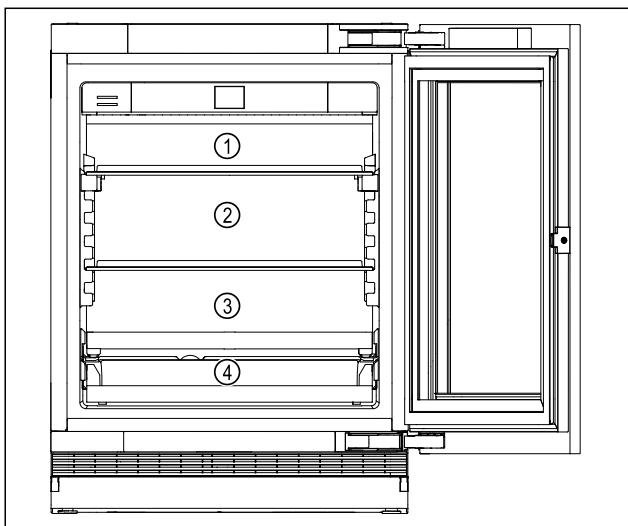

Fig. 5 Beispielhafte Darstellung
- ▶ Oberer Bereich Fig. 5 (1): Butter, Käse, Konserven und Tuben lagern.
- ▶ Mittlerer Bereich Fig. 5 (2): Verpacktes Obst und Gemüse, Kuchen und Torten lagern.
- ▶ Unterer Bereich Fig. 5 (3): Leicht verderbliche Lebensmittel wie fertige Speisen, Fisch, Fleisch- und Wurstwaren lagern.
- ▶ Getränkeablage Fig. 5 (4): Dosen, kleinere Flaschen lagern.